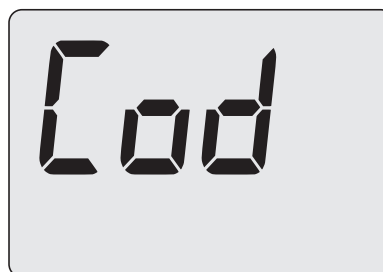

Figura 14.27
- Scorrere i vari parametri utilizzando i tasti 13 o 14 fino a far apparire sul display LCD le lettere **Cod**, indicanti l'entrata nel "parametro Cod" (Figura 14.27) che poi visualizza tre trattini "- - -" fissi.